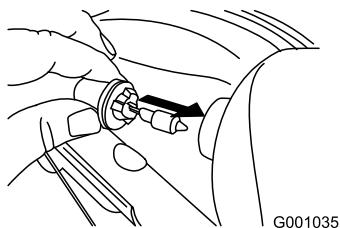

Figure 54
- Introduisez une ampoule neuve dans le phare par l'arrière (Figure 54).